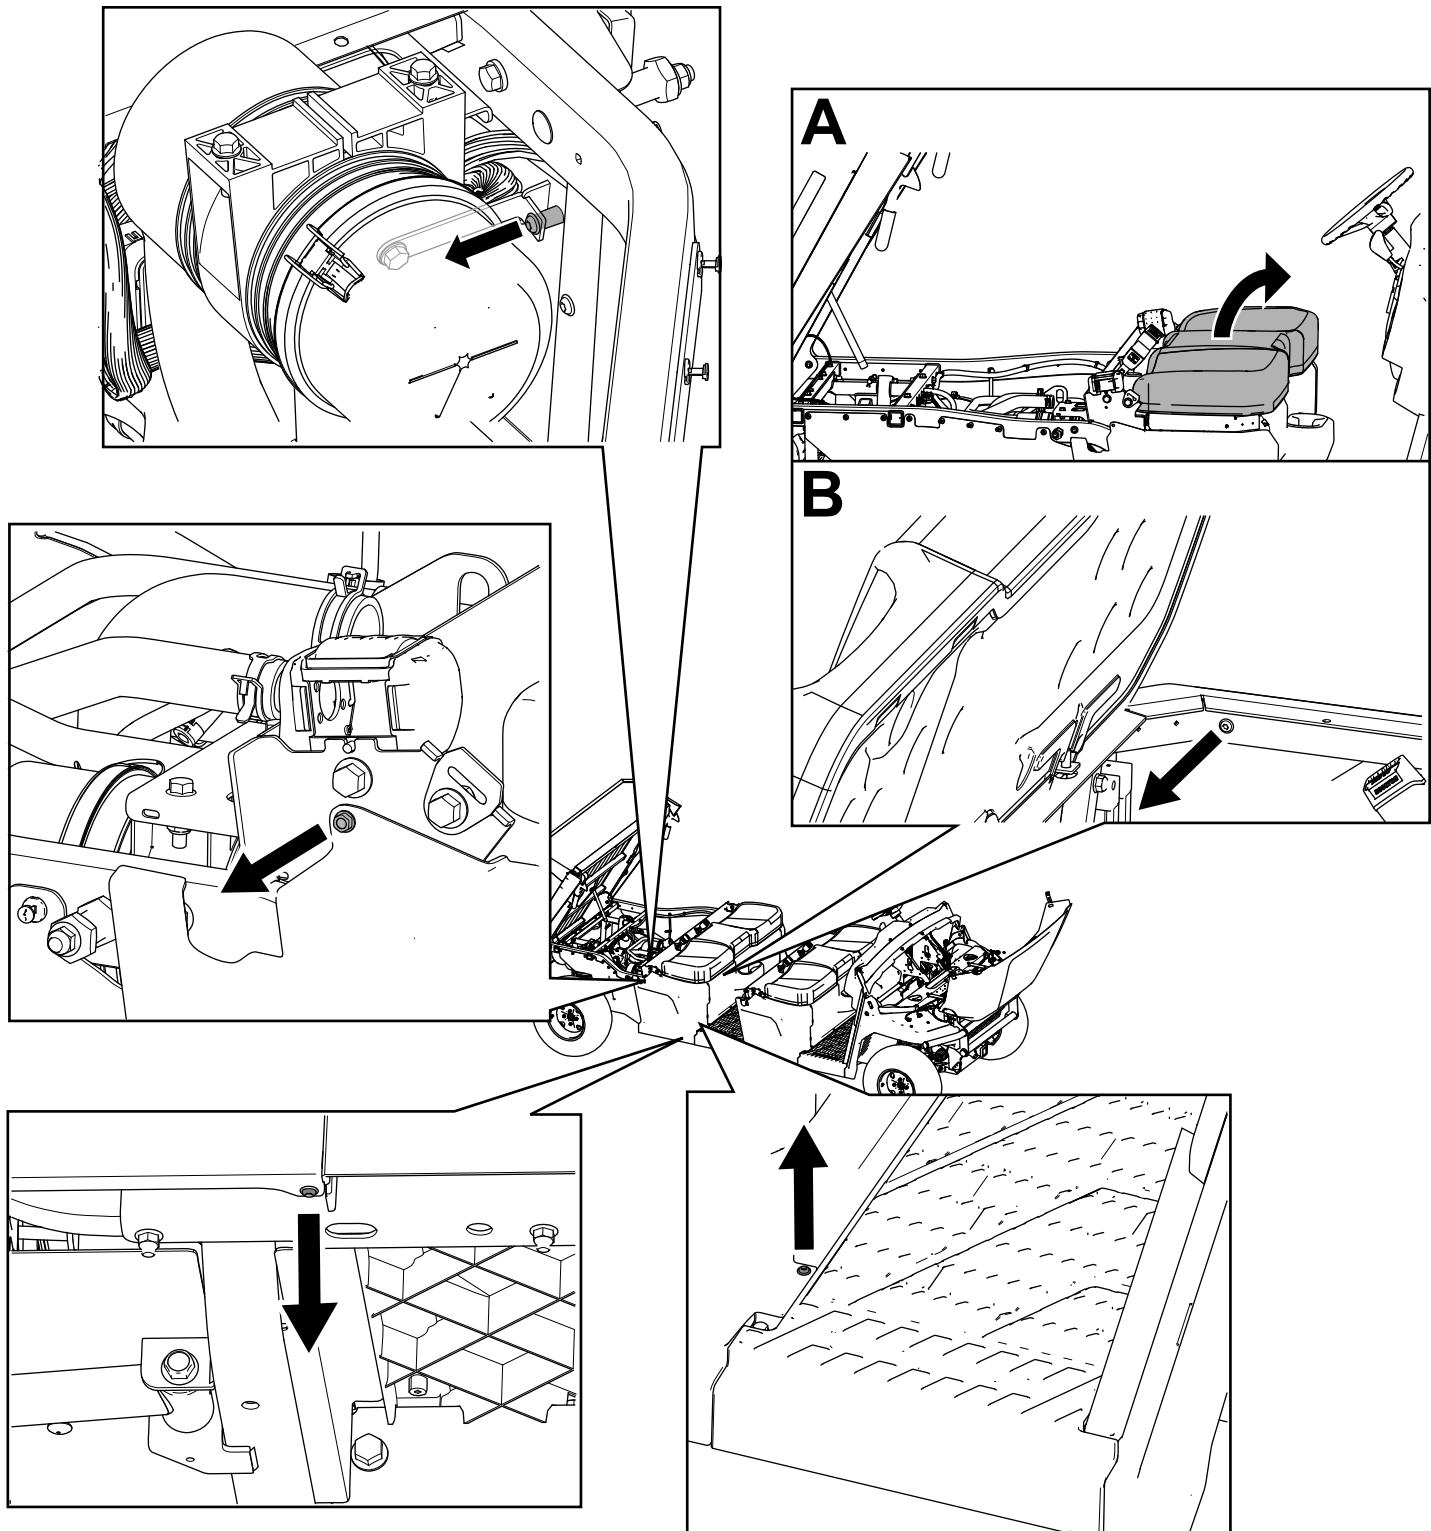

Bild 38
3. Entfernen Sie die Sechskant-Scheibenkopfschrauben ($\frac{1}{4}$ " x $\frac{3}{4}$ ") sowie die T30-Torx-Schrauben von den beiden rechten und linken Sitzunterteilplatten (Bild 38).